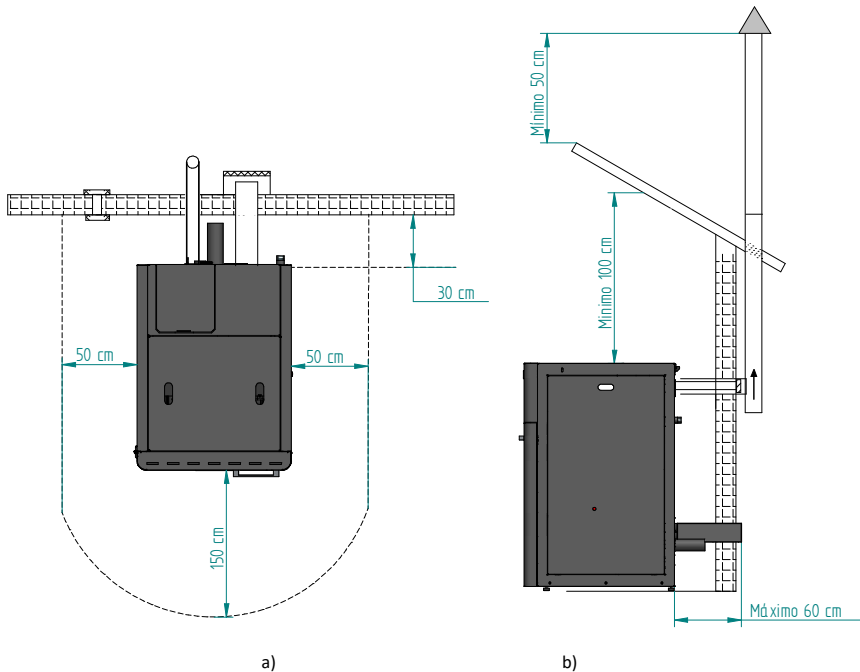

Figura 4 - Distancias mínimas de todas las superficies: a) vista superior de la instalación del equipo; b) vista lateral de la instalación del equipo
- Según se indica en la figura 4, el conducto de extracción se debe realizar de modo que la limpieza y el mantenimiento estén asegurados mediante puntos de inspección.